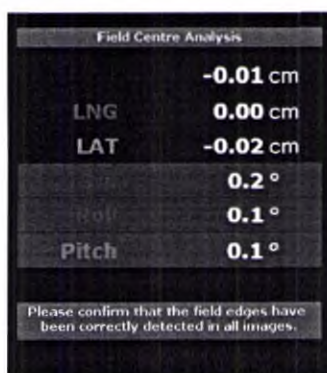

Рисунок 4.7 Сообщение подтверждения положения края поля
5. Если пользователь выбрал проведение анализа с помощью **центра поля**, то в диалоговом окне рентгенографического анализа появится уведомление с просьбой подтвердить, что края поля были заданы правильным образом, см. рисунок 4.7.